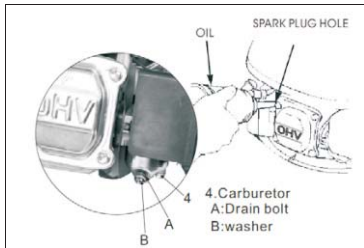

Fig. 13
3. Nadat alle brandstof in de container is gelopen, installeer de aftapbout en sluitring opnieuw. Draai de aftapbout stevig aan. (Zie Fig. 13)